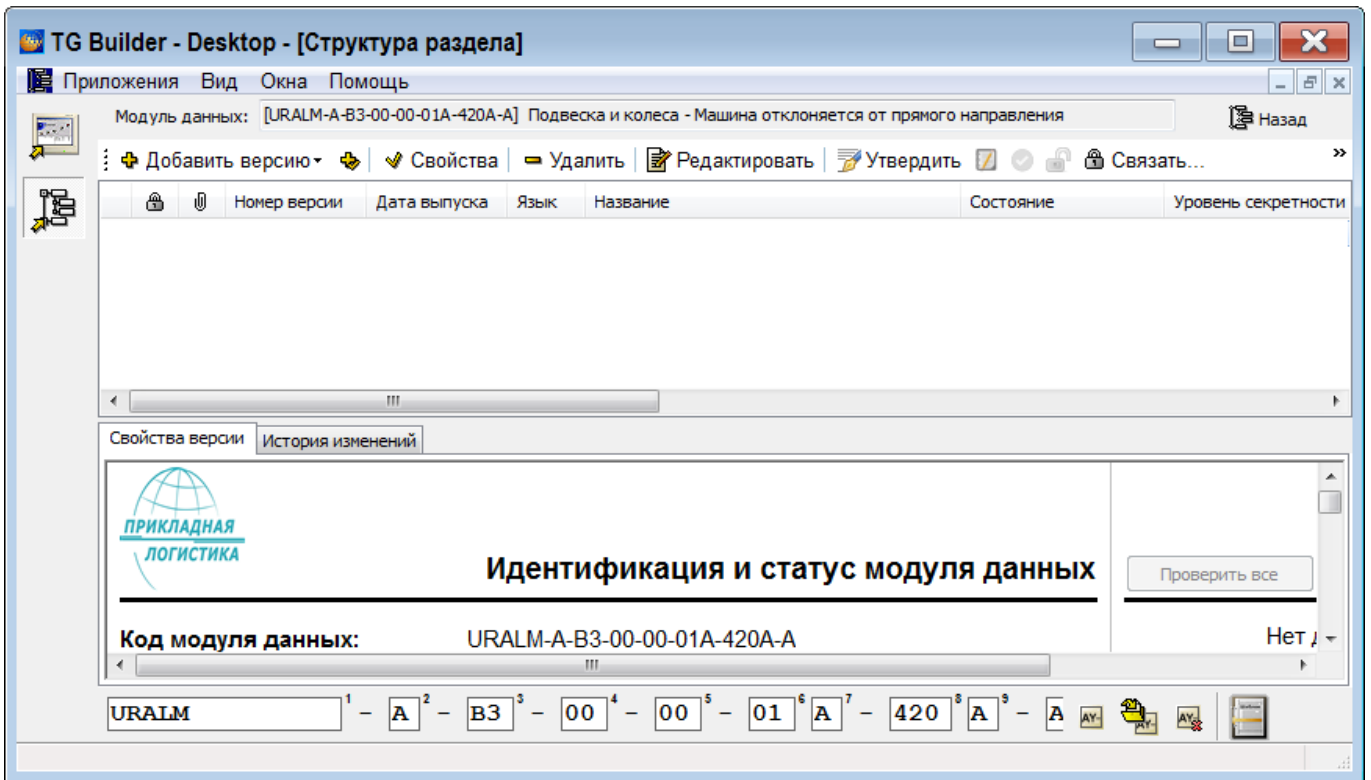

Рисунок 831
5) Выделите модуль данных. Войдите в редактор версий модуля данных, выбрав инструмент **Редактировать** в правой части диалогового окна **Структура раздела** или щелкните два раза левой кнопкой мыши по прямоугольнику элемента. Открывшееся диалоговое окно редактора версий состоит из двух окон (рисунок 831).